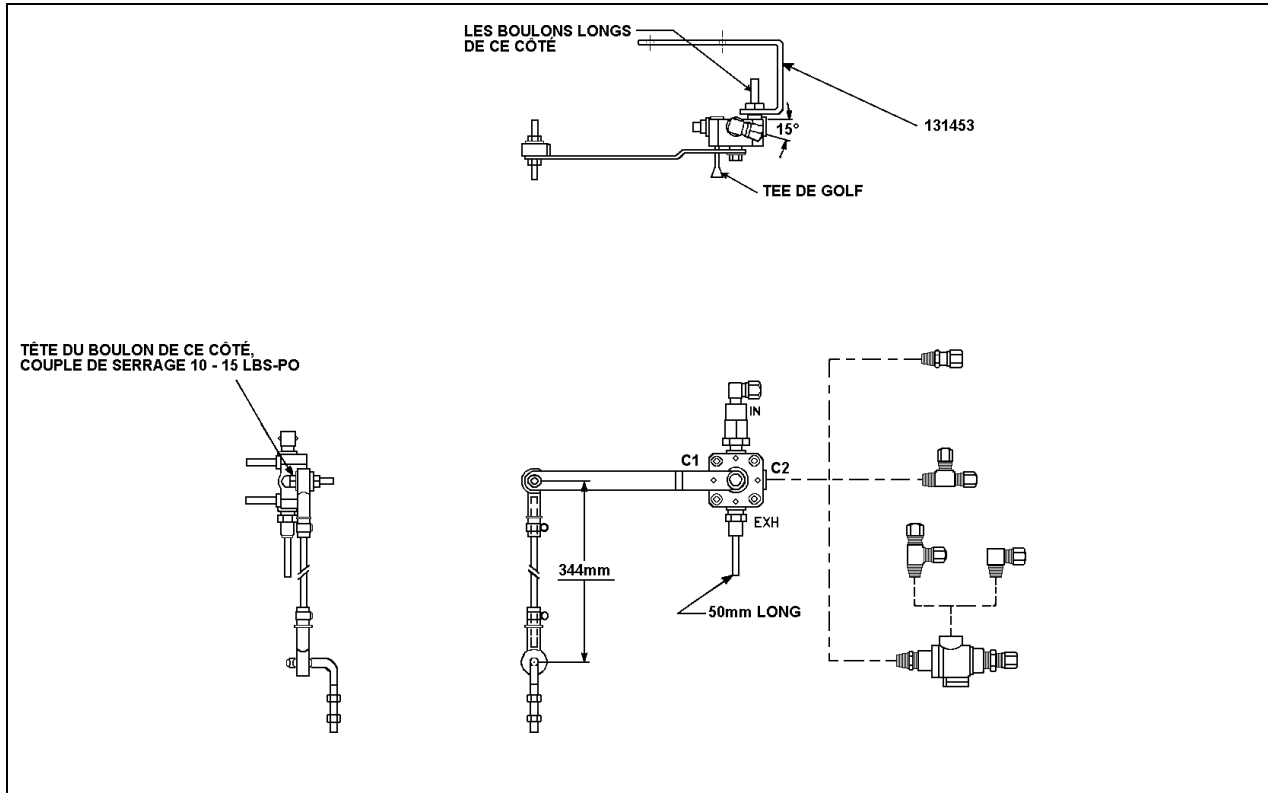

FIGURE 5: INSTALLATION DE LA SOUPEPE DE COMMANDE DE HAUTEUR GAUCHE ARRIÈRE BARKSDALE
6. Démonter l'ensemble soupape, jeter la soupape Neway tout en prenant soin de garder les raccords. Retirer les étranglements insérés dans les raccords, jeter les étranglements. Nettoyer les raccords et entourer les filets de produit d'étanchéité Teflon en pâte. Ajouter un clapet de non-retour (Prévost no 640135) sur l'admission de la soupape. Ne pas utiliser un étau pour serrer le corps de la soupape lors du remontage des raccords, visser des écrous sur les goujons et serrer les écrous dans l'étau. Éviter de trop serrer les raccords, serrer à la main seulement, ajouter un tour et demi puis positionner à l'angle désiré. Afin d'assurer le bon fonctionnement de la soupape, tourner le levier de commande trois fois dans les deux sens. Monter le raccord (Prévost no 641332) muni de la tuyauterie flexible (Prévost no 503402) sur l'orifice d'échappement (voir la fig. 5).
8. Monter le manchon de caoutchouc (Prévost no 630133) sur la tige pliée déjà installée, insérer la nouvelle tige (Prévost no 131447) dans le manchon puis monter le deuxième manchon (Prévost no 630117) sur la tige. Fixer à l'aide des colliers de serrage (Prévost no 504014) selon la fig. 5.